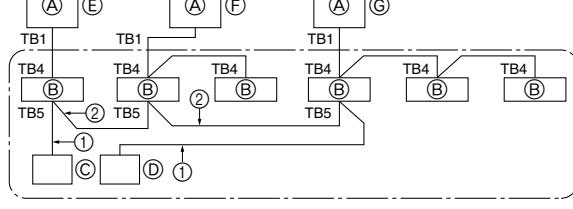

Fig. 10-1
① Koppla in spänningen (överspänningsskydd).
② När gasstoppsventilen stängts, placera SWP-omkopplaren på utomhusenhetens kontrollkort i läge ON (till). Kompressorn (utomhusenheten) och fläktarna (inomhus- och utomhusenheter) startar och återvinningen av köldmedel påbörjas. LED1 och LED2 på utomhusenhetens kontrollkort tänds.
③ Eftersom enheten stannar automatiskt inom två till tre minuter efter återvinningen av köldmedel (LED1 och LED2 tänds), stäng gasstoppsventilen snabbt. När LED1 och LED2 tänds och utomhusenheten stannar, öppna stoppventilen för vätska helt, och upprepa sedan steg ② efter tre minuter.
④ Koppla ur spänningen (överspänningsskydd).
10. Systemkontroll (Fig. 10-1)